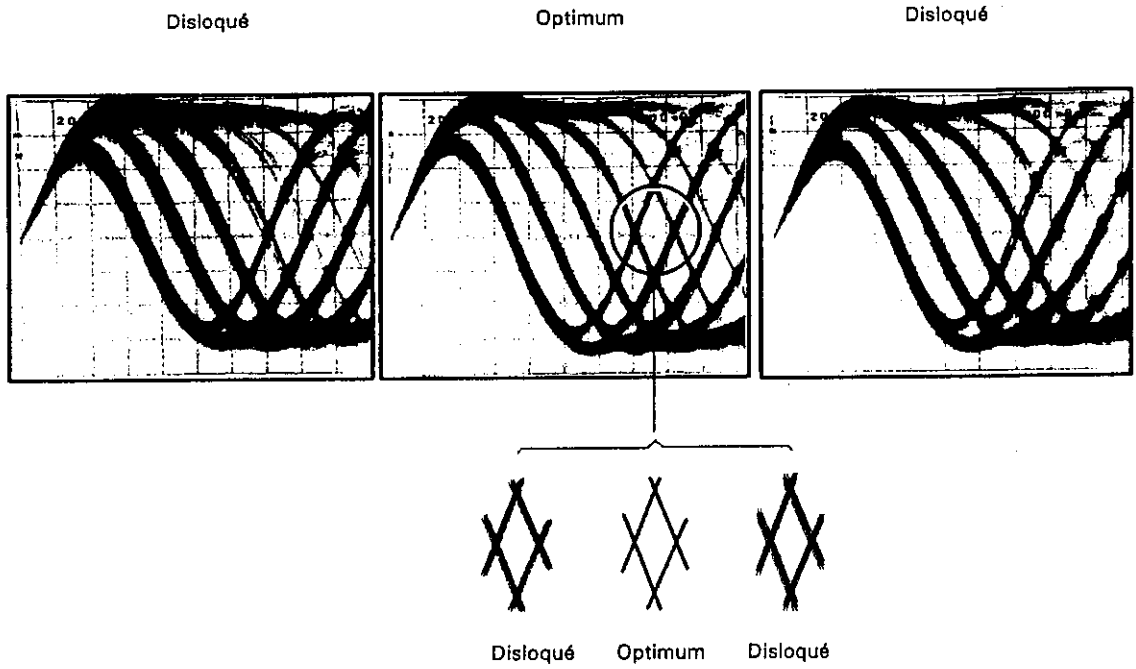

Fig. 5
3. Utiliser la clé hexagonale pour régler la vis de réglage d'inclinaison tangentielle de manière à ce que le modèle d'oeil soit le mieux indiqué (voir Fig. 5).